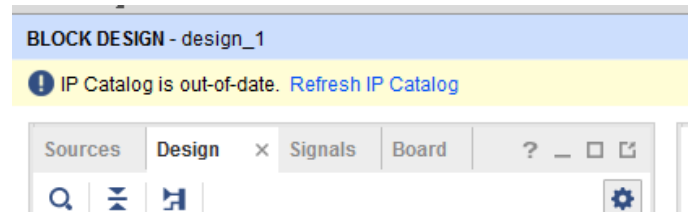

FIGURE 22 – Notification d'*IP out of date*
1. Vivado devrait afficher la notice *IP Catalog is out of date* (figure 22). **Ne cliquez pas sur Refresh** avant que Vivado HLS ait fini d'exporter le RTL ou les portes de l'enfer s'ouvriront sous vos pieds.⁵